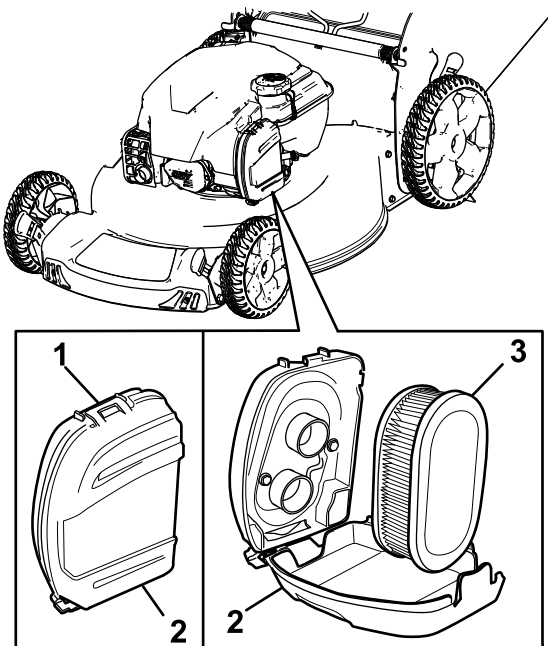

Figura 24
1. Desencaixe a parte superior da cobertura do filtro de ar (Figura 24).
2. Retire o filtro de ar (Figura 24).